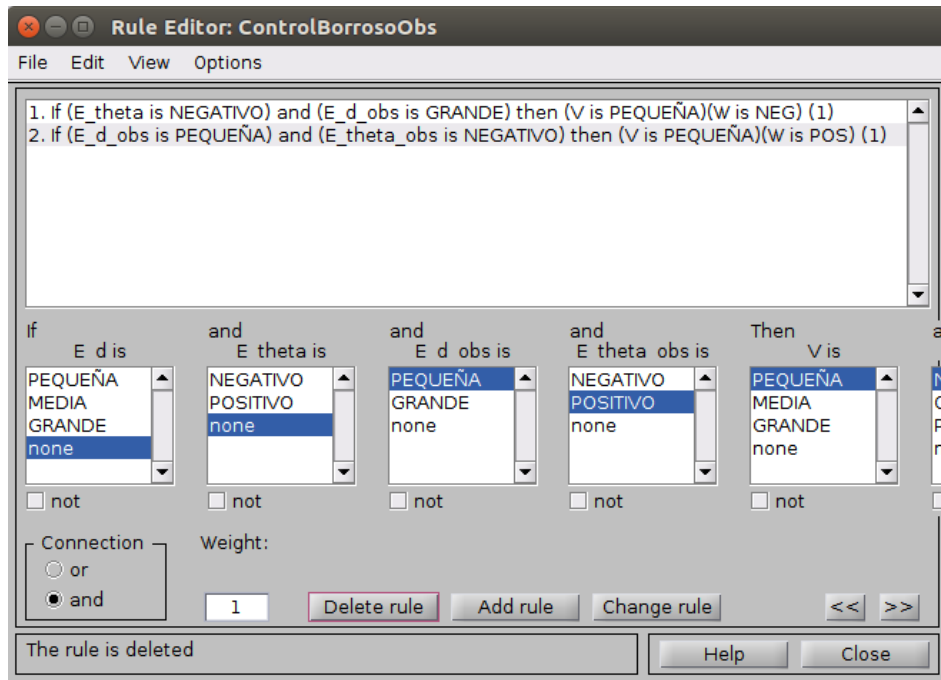

Figura 5. Diseño de reglas para el controlador de evitación de obstáculos
- Cree la tabla de reglas del nuevo controlador. Se puede utilizar la opción “none” para ignorar algunas de las entradas del controlador en una regla (ver Figura 5).